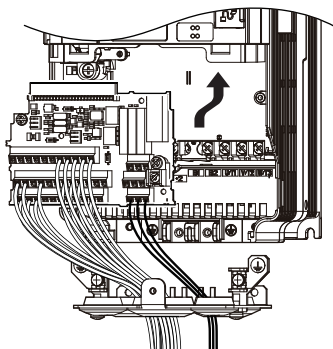

Рис. 7.46 Замена преобразователя частоты: установка клеммной платы
1. Выполнив подключение силовых цепей, подключите клеммную плату к преобразователю частоты, как показано на Рис. 7.46. Зафиксируйте клеммный блок с помощью крепежного винта.